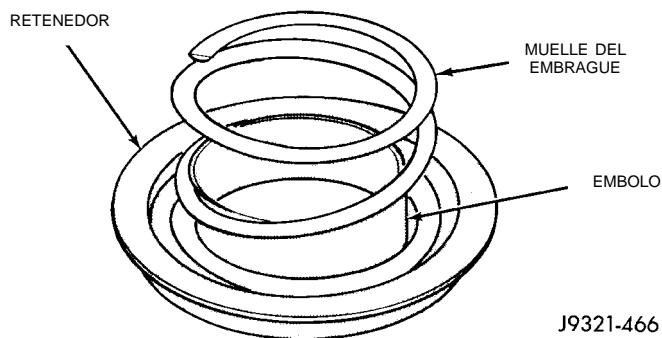

Fig. 166 Instalación del muelle del émbolo del embrague
(5) Coloque el muelle en el émbolo del embrague (Fig. 166).